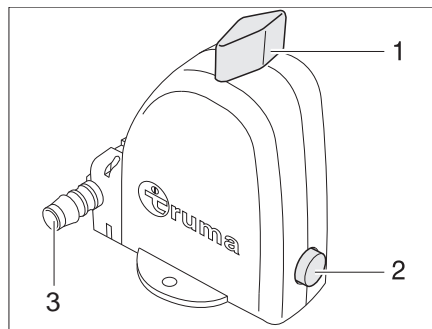

Bild 211 Varmvattenberedarens säkerhets-/avtappningsventil - Driftsläge
Varmvattenberedaren är utrustad med en säkerhets-/avtappningsventil (Bild 211). Säkerhets-/avtappningsventilen gör så att vattnet i varmvattenberedaren inte kallnar när det är frost och värmen inte är påslagen.
- ▷ Säkerhets-/avtappningsventilens tömningsrör (Bild 211,3) måste alltid vara fritt från smuts (t.ex. löv, is).
- Vrid vredet (Bild 211,1) 90° längs mot säkerhets-/avtappningsventilen.
- Tryckknappen (Bild 211,2) hoppar ut. Varmvattenberedaren töms utåt via tömningsröret (Bild 211,3) på säkerhets-/avtappningsventilen.
- Vrid vredet (Bild 211,1) 90° diagonalt mot säkerhets-/avtappningsventilen.
- Tryck in tryckknappen (Bild 211,2).